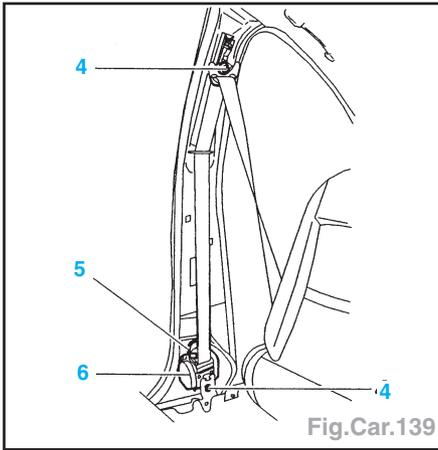

Fig.Car.139
- Dégrafer la partie supérieure de la garniture (2) en la tirant vers soi, puis la soulever verticalement.
- Déposer les 2 vis de fixation (4) (Fig.Car.139).
- Débrancher le connecteur (5).
- Déposer l'enrouleur pyrotechnique (6).